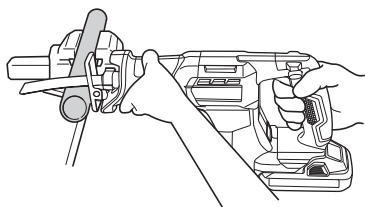

Fig. 23
(1) Fixer solidement la pièce avant de procéder. (Fig. 23)